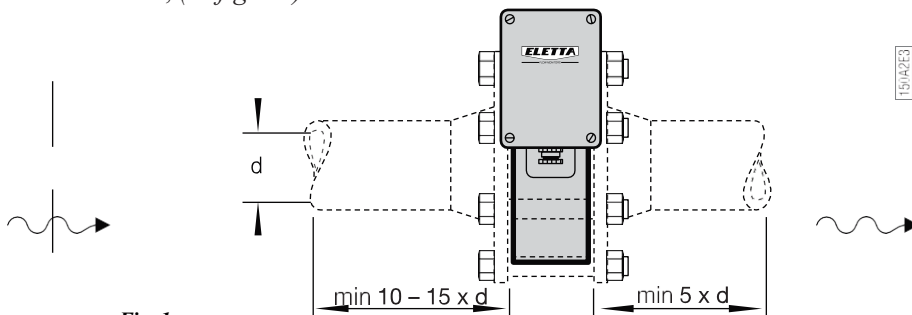

Fig. 1
**OBS!** Det är emellertid omöjligt att säkert säga när ett flöde stabiliseras efter en störning varför rekommendationerna i fig. 1 endast skall betraktas som riktlinjer. Raksträckorna måste vara fria från nipplar och rörkopplingar med för liten innerdiameter, reduceringar, ventiler, rörböjar etc. Alla sådana störningar måste ligga före respektive efter nämnda raksträckor.